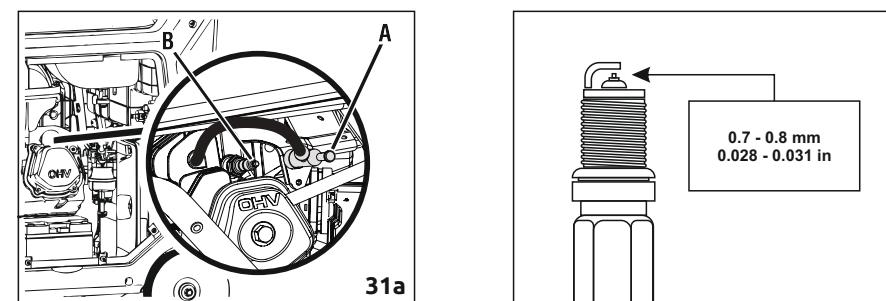

Рисунок 31 – Установка свечи
1. Остановите двигатель и отключите провод от свечи зажигания A (рис. 31а).
3. Протрите область вокруг свечи и выверните ее из «головы» цилиндра B (рис. 31а).